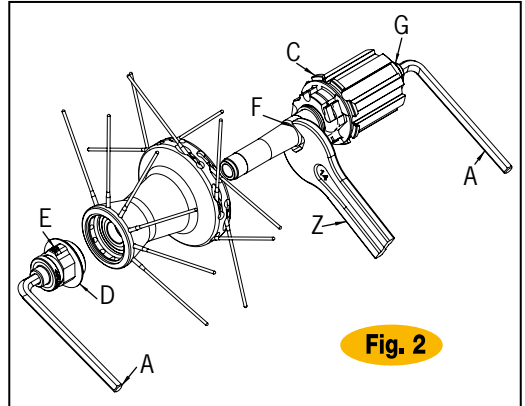

Fig. 2
- Introduzcan dos llaves Allen (A) en las tuercas de tope en los extremos de los bujes (Fig. 2). y gírenlas en sentido **horario**.
- Después de haber retirado el perno del buje posterior, el cuerpo rueda libre (C) permanece conectado con las correspondientes carracas, (Fig.2).
- Introduzcan nuevamente el perno (C) con el relativo distanciador (Z) (Fig. 2) en el cuerpo del buje prestando mucha atención al correcto posicionamiento de las carracas. y bloqueen firmemente la tuerca de tope móvil con un par de 15 Nm.